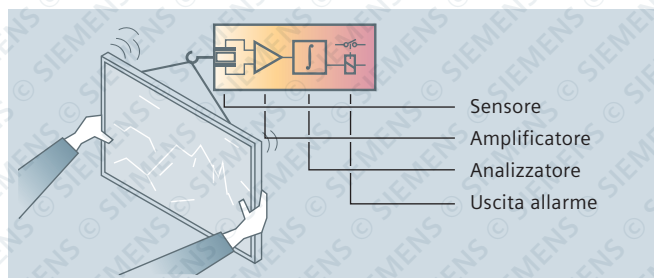

Fig. 9.12: Il principio della sorveglianza quadri
- Rivelatore piezoelettrico (Fig. 9.12)